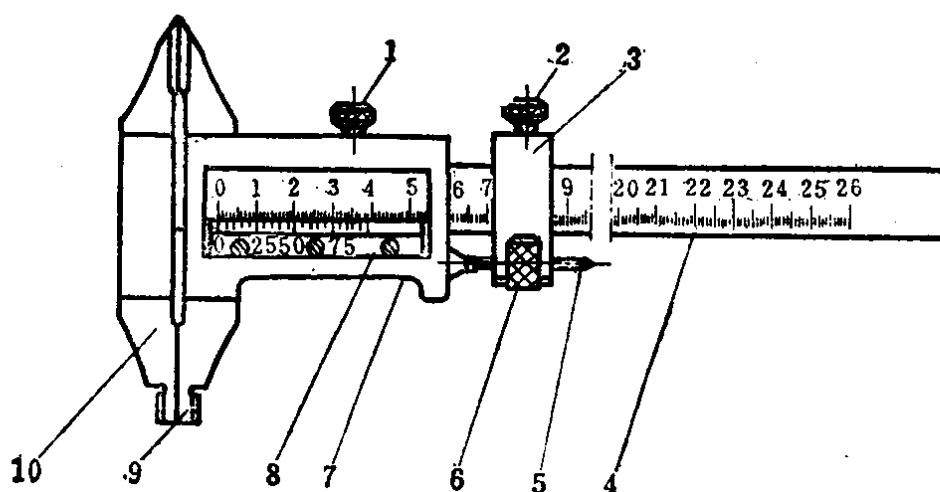

图 1-6 两用游标卡尺
(1) 两用游标卡尺 两用游标卡尺的结构如图 1-6 所示。